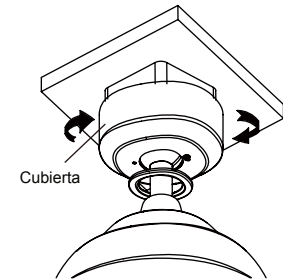

Fig. 17
**Paso 1.** Montar el dosel girando la ranura de la llave en el dosel sobre el tornillo del hombro en el soporte de montaje. (Fig. 17)